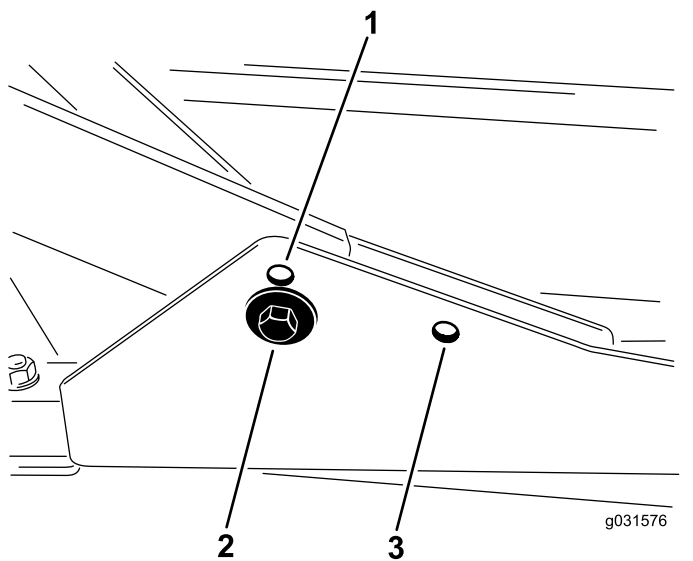

图 17
1. 如果剪草高度介于 2~7.6cm 之间，请将前承载架安装在下方的前安装孔内（图 17）。
2. 如果剪草高度介于 6.3~10cm 之间，请将前承载架安装在上方的前安装孔内（图 17）。
对于所有剪草高度，后滚刀组都应安装在后安装孔内（图 17）。